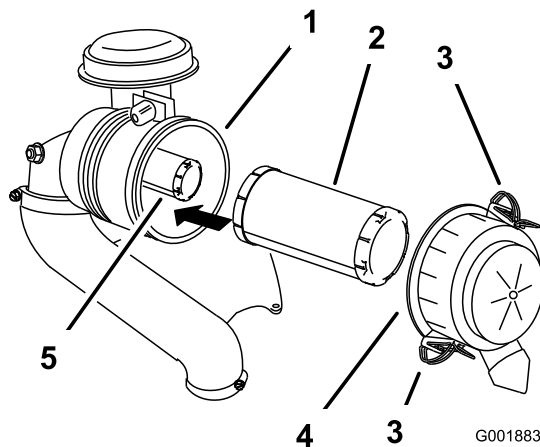

Figure 37
3. Ouvrez les dispositifs de verrouillage du filtre à air et détachez le couvercle du corps du filtre (Figure 37).
5. Sortez le préfiltre du corps du filtre avec précaution (Figure 37).
2. Si vous remplacez l'élément de sécurité, insérez-le avec précaution dans le corps du filtre (Figure 37).
3. Placez ensuite le préfiltre sur l'élément de sécurité avec le même soin (Figure 37).
4. Reposez le couvercle du filtre à air, le côté portant l'inscription **UP** en haut, et fermez les dispositifs de verrouillage (Figure 37).